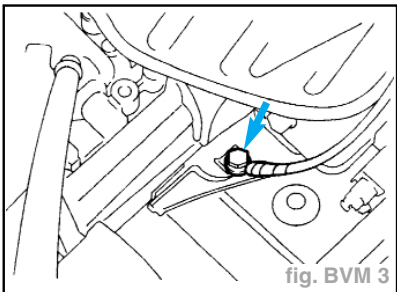

fig. BVM 3
- Déposer le boulon de fixation de masse du support gauche du moteur (fig. BVM 3).